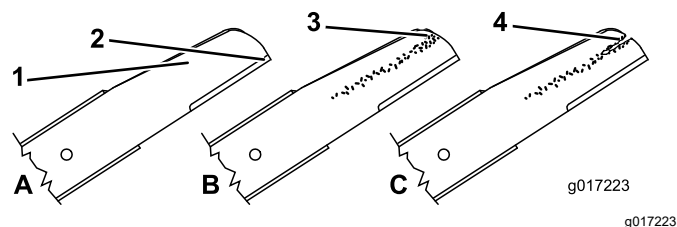

Figura 27
1. Controllate i taglienti (Figura 27). Se i taglienti non sono affilati o presentano intaccature, togliete le lame ed affilatele o sostituitele.
2. Controllate le lame stesse, in particolare l'area curva (Figura 27). In caso di danni, usura o scanalature nell'area, sostituite immediatamente con una nuova lama.